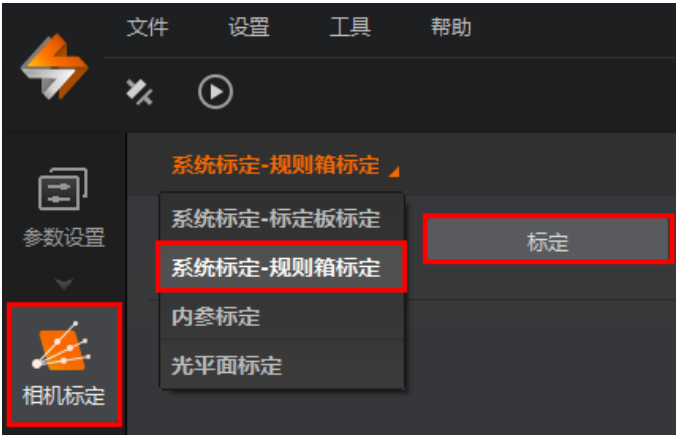

图2-16 系统标定-规则箱标定
3. 在客户端左侧配置栏选择“相机标定”，下拉选择标定方式为“系统标定-规则箱标定”，如图 2-16 所示。